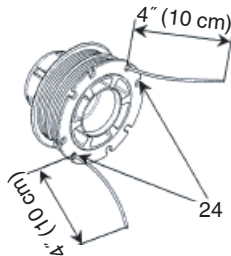

Fig. 28
- (4) Pulse cada línea en los orificios del tope (24), dejando los extremos sueltos aprox. 4" (10 cm) de largo. (Fig. 28)